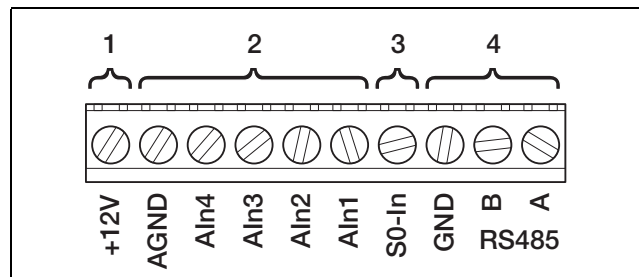

Abbildung 46: Kabelklemme
- Schließen Sie die Leitungen entsprechend der Anschlussbelegung (Tabelle 9) an der Klemme (4 in Abbildung 46) an.
- Schließen Sie die Leitungen entsprechend der Anschlussbelegung (Abbildung 46 und Tabelle 9) an der Klemme an.
Auf der Klemme für analoge Schnittstellen (Abbildung 46) befinden sich Anschlüsse für die serielle **RS485-Schnittstelle**. Über RS485 können, abhängig von den benutzten Wechselrichtern, bis zu 200 Wechselrichter vernetzt werden.